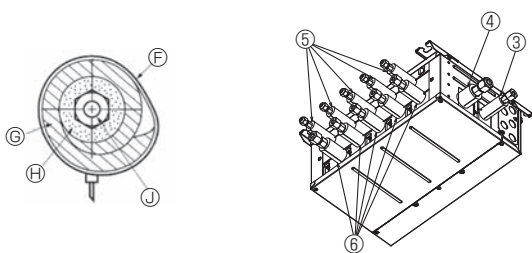
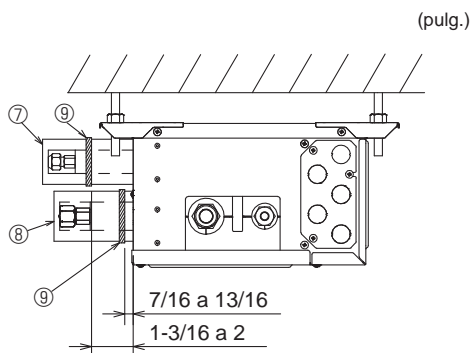

Fig. 7-3
Fig. 7-4
- Aísle los tubos de líquido y de gas de la caja de derivación aplicando alrededor de ellos espuma de polietileno resistente al calor. (Fig. 7-3)
- (5) Presione las cubiertas de los tubos ③ y ⑤ de la tubería de líquido contra la unidad y envuélvala para que se fije. (Fig. 7-3)
- (6) Presione las cubiertas de los tubos ④ y ⑥ de la tubería de gas contra la unidad y envuélvala para que se fije. (Fig. 7-3)
- (7) Aplique las cintas suministradas ⑨ en una posición de 7/16-13/16 pulg. (10-20 mm) de cada extremo de las cubiertas de los tubos (③④⑤⑥).
- (8) Si la unidad interior no está conectada, ajuste las cubiertas de los tubos que se suministran (con las tapas, ⑦ y ⑧) en las conexiones de los tubos de refrigerante de la caja de derivación contra la unidad para evitar el goteo de condensación de los tubos. (Fig. 7-4)
- (9) Fije las cubiertas de los tubos (⑦⑧) con las cintas ⑨ suministradas.
## 7.2. Manejo de los puertos que no están conectados a la unidad exterior (Fig. 7-4)